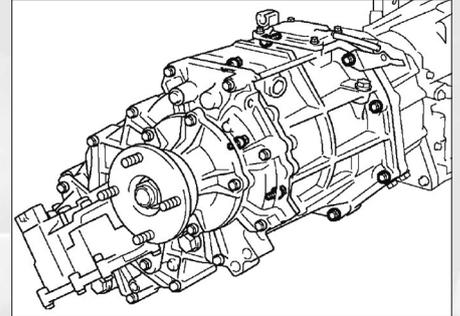

FIG. 6
- Déposer la boîte de transfert (8 vis) (fig. 6).